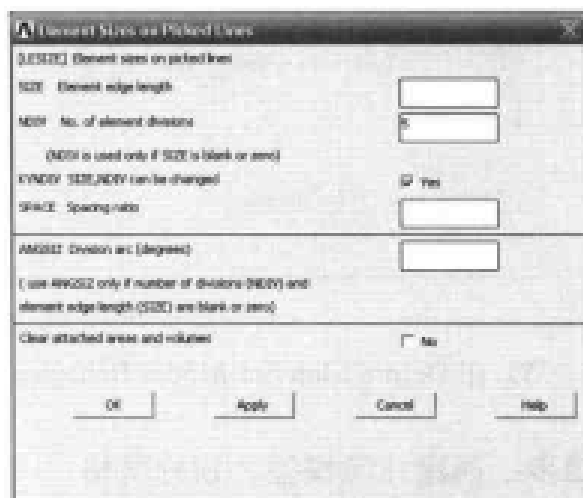

图 12-35 线段单元等分数设置对话框
(5) 选择 Main Menu | Preprocessor | Modeling | Create | Lines | Lines | Straight Line 命令，出现 Create Straight 菜单，在文本框中能输入 5, 4，单击 OK 按钮关闭该菜单。
(6) 选择 Main Menu | Preprocessor | Modeling | Create | Areas | Arbitrary | By Lines 命令，出现 Create Area by L 菜单，在文本框中输入 3, 5, 9, 10，单击 OK 按钮关闭该菜单。
(7) 选择 Main Menu | Preprocessor | Meshing | Size Cntrls | ManualSize | Lines | Picked Lines 命令，出现 Element Size on 菜单，在文本框中输入 1, 3, 5, 7，单击 OK 按钮，出现 Element Sizes on Picked Lines 对话框，在 NDIV No. of element divisions 文本框中输入 5，如图 12-35 所示，单击 OK 按钮关闭该对话框。